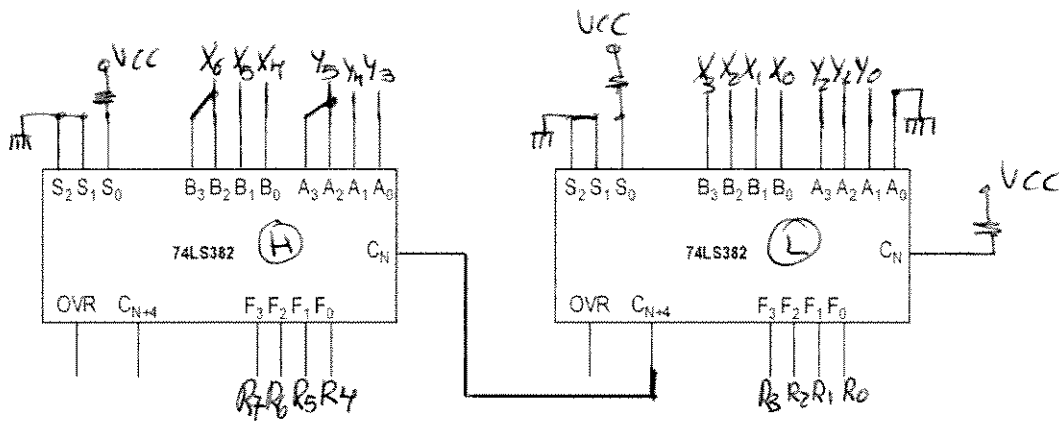

Figura 2.1
Se desea implementar la operación  $R = (X - 2 \cdot Y)$  con dos operandos enteros  $X$  e  $Y$  de 7 y 6 bits respectivamente ( $X_6, \dots, X_0$ ), ( $Y_5, \dots, Y_0$ ), expresados en C2. El resultado de la operación se obtiene en  $R$  de 8 bits ( $R_7, \dots, R_0$ ) también en C2. Para realizar esta operación se dispone del circuito de la Figura 2.1, que consta de dos ALUs 74LS382, cuya tabla de funcionamiento se muestra en las características anexas.
- Realice las conexiones necesarias en el circuito de la Figura 2.1 para que funcione de la manera descrita, sin emplear elementos adicionales, y evitando desbordamiento. Etiquete claramente los pines asociados con los dos operandos ( $X_6, \dots, X_0$ ), ( $Y_5, \dots, Y_0$ ) y con el resultado ( $R_7, \dots, R_0$ ). (1 pts)